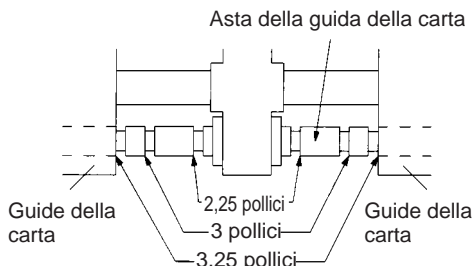

Fig. 2-8 Guida della carta in rotolo (SP347)
- Quando si inserisce l'anello di fermo corrispondente alla scanalatura sull'asta delle guide della carta mostrata nella Fig. 2-8, quella sarà la posizione quando si fissa la guida della carta.